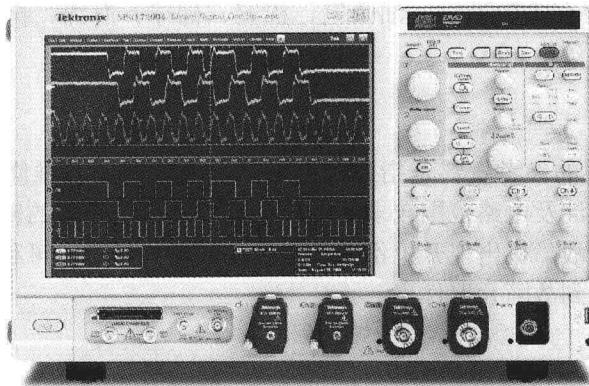

图 1-2 示波器外形
(2) 耐压测试仪。耐压测试仪主要用来对电磁炉高压电路中的功率管 IGBT、谐振电容、+300V 滤波电容和整流桥等元器件的性能进行检测。
(3) 示波器。由于电磁炉的高频振荡同步电路工作在脉冲放大状态，用指针万用表无法测量。对单片机与数字电路间的时钟数据通信，用万用表只能测量有无变化，但示波器可对其波形进行准确检测。示波器外形如图 1-2 所示。